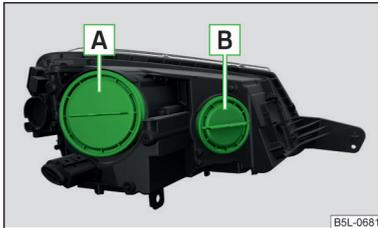

Fig. 197
Orden de bombillas » fig. 197
» Desenrosque la tapa protectora respectiva » fig. 197 de la pág. 181 en el sentido contrario a las agujas del reloj y retírela.
- » Coloque la tapa protectora respectiva » fig. 197 de la pág. 181 y gírela hasta el tope en el sentido de las agujas del reloj.